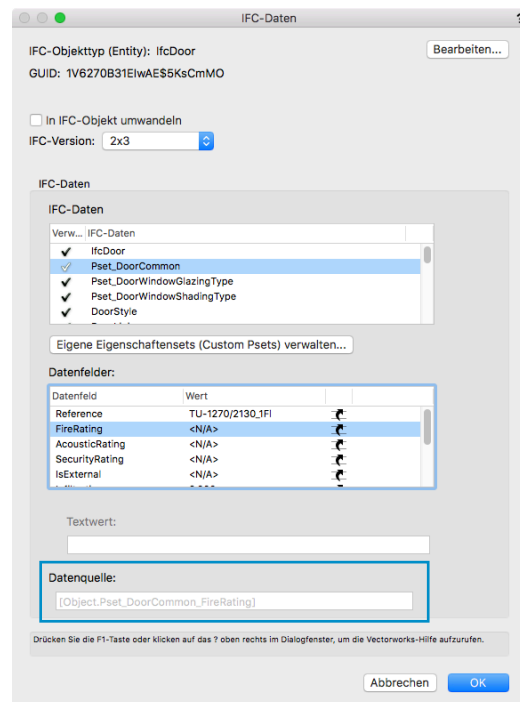

BILD 3D
4. Die Datenquelle für den Parameterwert im Eigenschaftenset (d.h. der entsprechende Vectorworks-Datenparameter eines Objekts) (BILD 3D).